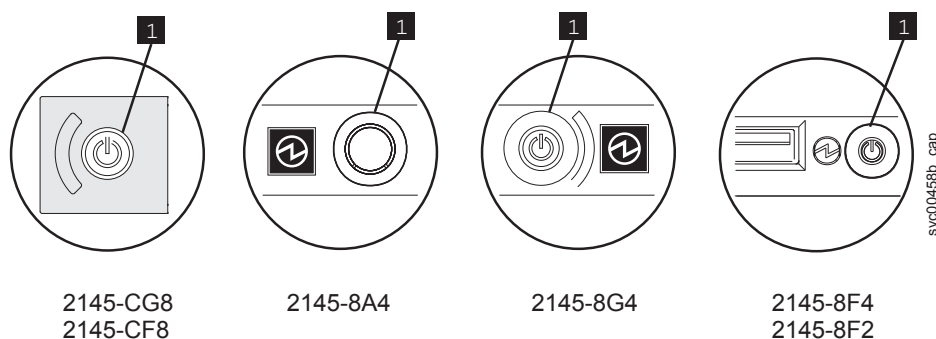

図 91. SAN ボリューム・コントローラー モデル 2145-CG8、2145-CF8、2145-8A4、2145-8G4、および 2145-8F4 または 2145-8F2 電源制御ボタン
3. 図 91 に示した SAN ボリューム・コントローラー モデル 2145-CG8、2145-CF8、2145-8A4、2145-8G4、および 2145-8F4 または 2145-8F2 の電源制御ボタン **1** を押して放します。SAN ボリューム・コントローラーの電源が切れるまで 1 分間待ちます。クラスター内の他のノードによってノード欠落のエラー・コードが表示されても、無視してください。保守手順が完了した時点で、このエラーは自動的に解決されます。